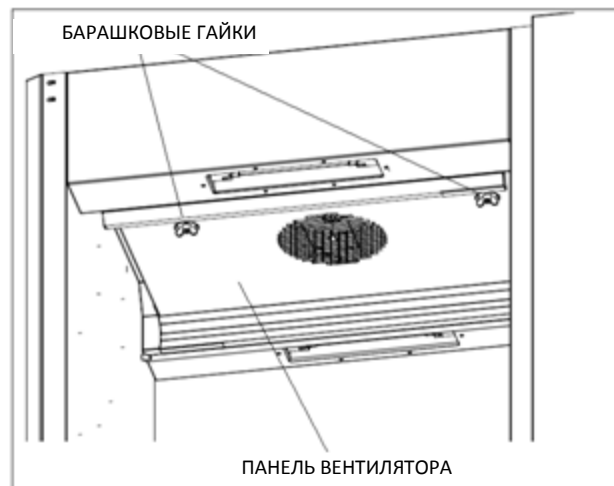

Рисунок 18
- Панель вентилятора можно снять, ослабив две барашковые гайки (см. Рисунок 18). Эта панель крепится в двух местах по бокам. Повернув панель, ее можно снять с изделия и очистить.